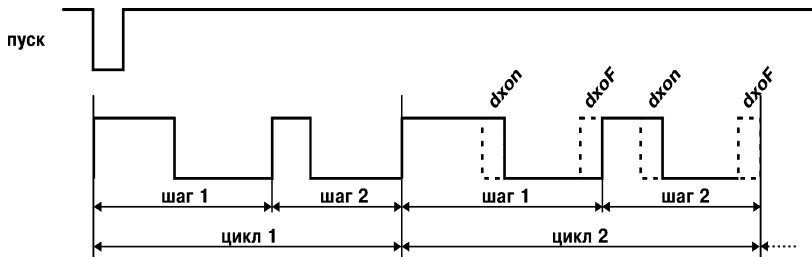

Рис. 4
3.1.2.6. После выполнения очередного цикла время длительности импульса в каждом шаге последовательности может автоматически изменяться на величину « $\Delta X_{on}$ », а время длительности паузы – на величину « $\Delta X_{of}$ ». Для этого необходимо задать значения этих параметров отличными от нуля (рис. 4).